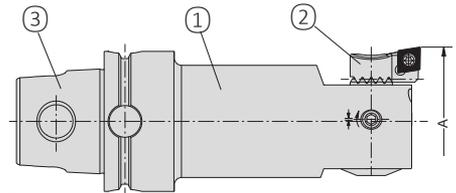

Fig. 1
- No lado da máquina, a ferramenta de mandrilamento de precisão é equipada com uma conexão KM..TS ③ (Fig. 1).